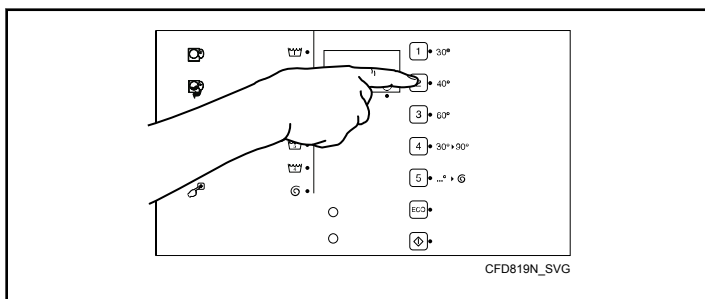

Figura 5
5. Selecione um ciclo pressionando uma tecla do número do ciclo. Consulte a *Figura 5*.